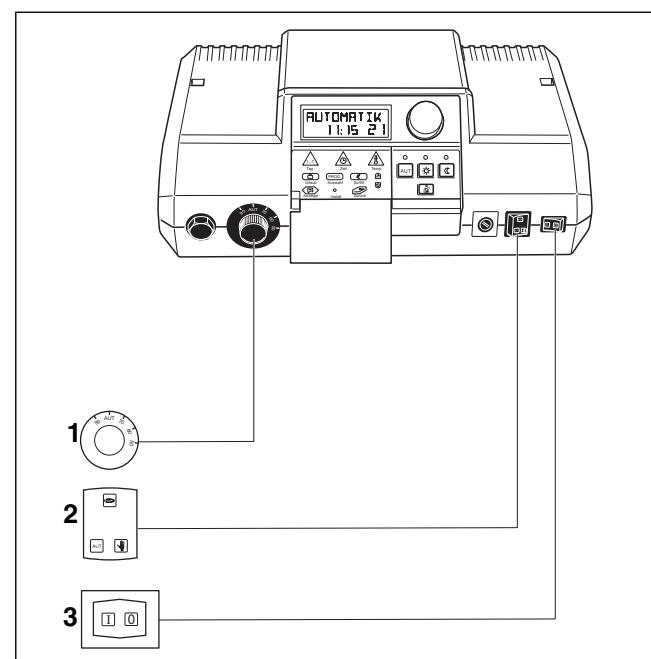

Рис. 17 Проверить настройки элементов управления
- Регулятор температуры котловой воды (→ рис. 17, [1]).
- Выключатель аварийного режима, отопления и горячего водоснабжения (→ рис. 17, [2]).
- Пусковой выключатель перевести в положение **I** (→ рис. 17, [3]).